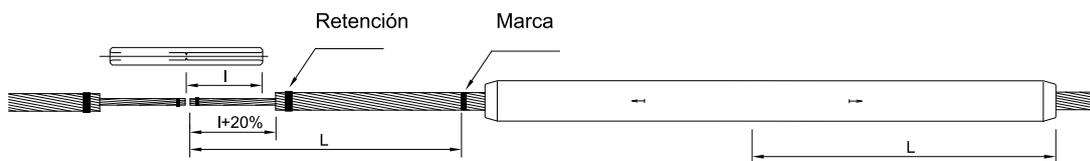

Fig. 1
- 1 Introducir un extremo del conductor a través del manguito de aluminio de forma que sobresalga en una longitud superior a la mitad de la del manguito. Retencionar el extremo en cuanto sobresalga para evitar su destrenzado. **(Fig. 1).**
- 2 Marcar con tinta o pintura los conductores a una distancia de los extremos igual a la mitad mas un 20% aproximadamente de la longitud del manguito de acero haciendo sendas retenciones a continuación de las marcas. **(Fig. 1).** Realizar unas segundas marcas con tinta o pintura a una distancia de cada extremo igual a la mitad de la longitud del manguito de aluminio.
- 1 Insert one end of the conductor into the aluminium sleeve so that it protrudes by over half the length of the sleeve. Retain the end, with steel wire or a plastic clip, as soon as it protrudes to prevent the wires from loosening **(Fig. 1).**
- 2 Use ink or paint to mark the conductors at a distance from the ends equal to half plus approximately 20% of the length of the steel sleeve, retaining it in two places after the markings with steel wire or a plastic clip. **(Fig. 1).** Use ink or paint to make a reference mark again at a distance from each end equal to half the length of the aluminium sleeve.
- 3 Pelar los extremos hasta las marcas realizadas dejando al descubierto el alma de acero. Se ha de cuidar especialmente no dañar lo más mínimo los hilos de acero al realizar esta operación. Marcar con pintura o tinta las almas de acero en una longitud igual a la mitad del manguito de acero para tener la certeza de que nada nos impide introducir el alma hasta la mitad del manguito. **(Fig. 1).**
- 3 Peel the ends until you reach the fastening points, leaving the steel core exposed. Take special care not to damage the steel wires in any way whatsoever when you perform this task. Use paint or ink to mark the steel cores at a length equal to half the steel sleeve to be certain that nothing stops you from inserting the core to halfway down the sleeve. **(Fig. 1).**